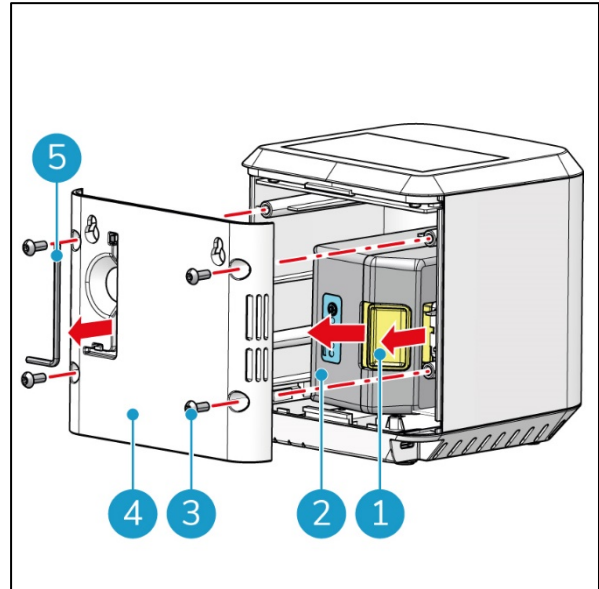

Figure 7
1. Retirez les quatre vis Allen (Figure 7, position 3) à l'aide de la clé Allen (Figure 7, position 5).
2. Retirez le panneau arrière (Figure 7, position 4) de l'i-sense.
3. Retirez ou insérez la batterie (Figure 7, position 2) en appuyant sur le bouton jaune (Figure 7, position 1).